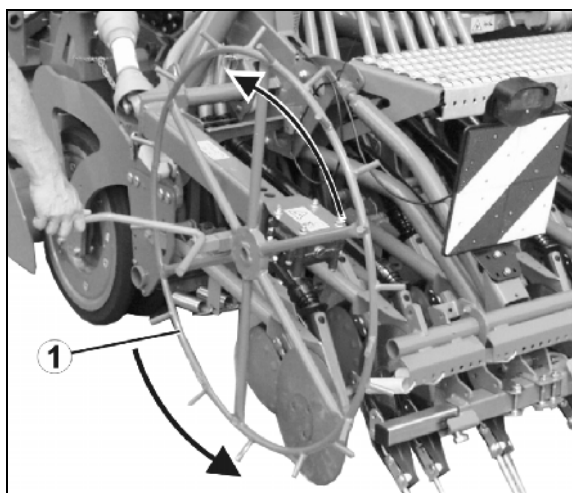

Рис. 154
7. Переведите колесо с почвозацепами (Рис. 154/1) в положение для высева (см. главу "Колесо с почвозацепами – положение для высева", на стр. 105).